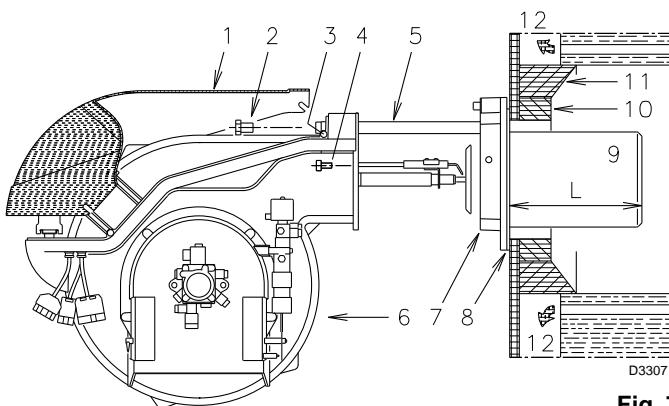

Fig. 7
4.4 Comprimento do tubo de fogo (Fig. 7)
Para as caldeiras com a frente refrigerada por água, não é necessário o revestimento refratário 10)-11) (Fig. 7), excepto se o fabricante da caldeira assim o indicar.
Uma vez efectuada esta operação, fixar a flange 7 (Fig. 7) à placa da caldeira, intercalando a junta 8 fornecida. Usar os 4 parafusos fornecidos, depois de haver protegido a rosca com um produto antibloqueio (massa para altas temperaturas, compounds, grafite).
- Abrir o queimador sobre as guias como se indica (Fig. 7 Pág. 10).